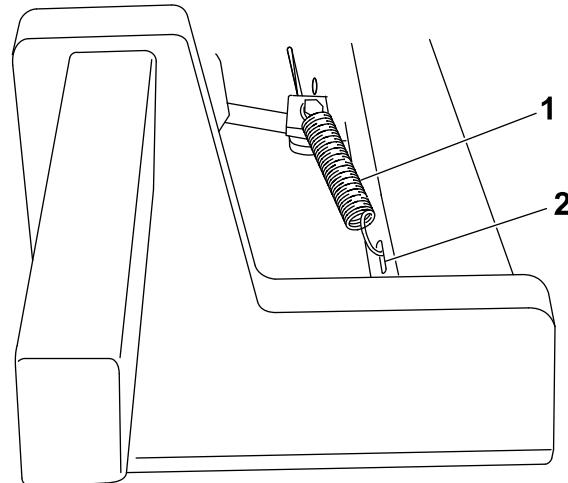

Figura 4
- Retire os contrapinos dos pinos de forquilha que seguram as escoras do travão e as culatras em conjunto e elimine os contrapinos. Mantendo os pinos de forquilha no sítio, instale a extremidade curta da mola no furo para segurar as partes juntas. Ligue a outra extremidade das molas nos furos ranhurados nos braços de elevação (Figura 4).